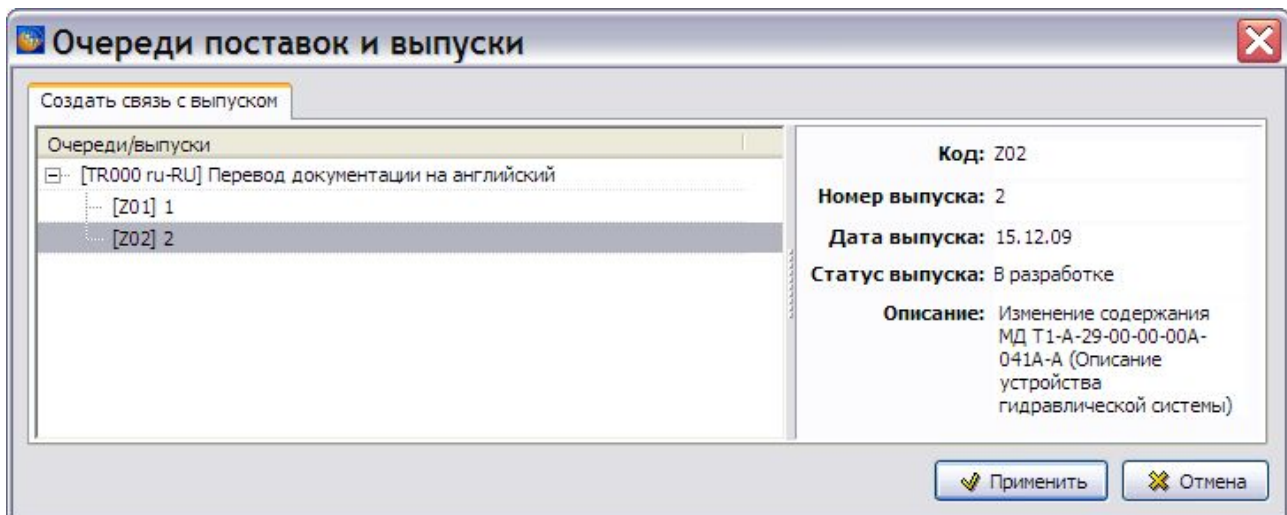

Рис. 11.23
3. Нажмите на кнопку **Добавить**  на панели инструментов, расположенной в правой части окна. При этом появится окно **Очереди поставок и выпуски** (Рис. 11.23).